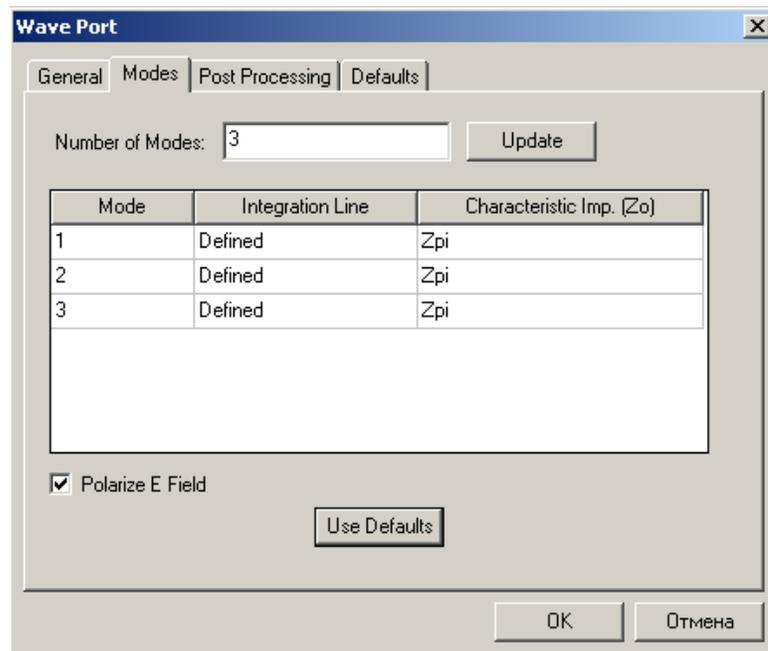

Рис. 5.31. Задание количества типов волн в сечении порта и линий
4. Чтобы задать более, чем один тип волны в порту, напечатайте это значение в поле **Number of Modes**, и затем нажмите **Update**. Столбец **mode** изменяется, чтобы включить общее количество типов волн (рис. 5.31).